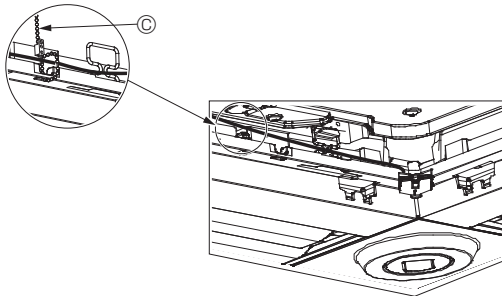

Fig. 10-12
- Sujete los cables del sensor i-See y del receptor de señales en el panel con el remache de la forma mostrada en el diagrama procurando que queden tensos, y luego corte el sobrante en el extremo del remache. (Fig. 10-12)
- Si la posición del sensor i-See ha cambiado de "o" (E) a "□" (F), cambie los ajustes de función. (Véase la página 48.)